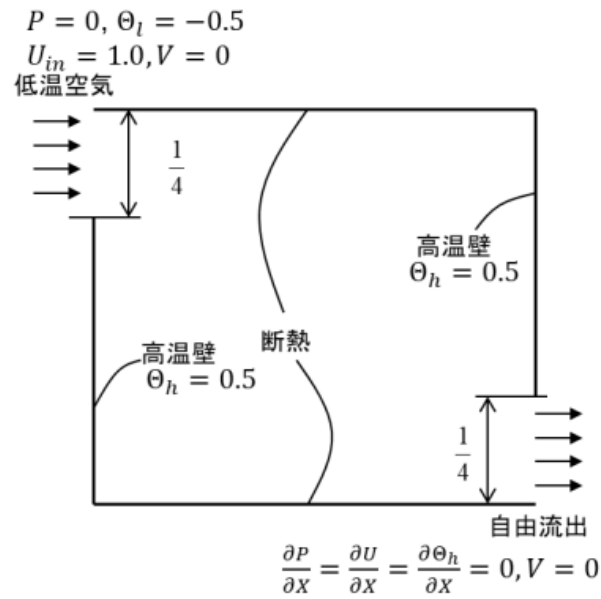

図 4: モデル
4. 図 4 のモデルに関して計算を行い、定常状態の温度分布と速度ベクトルの様子を示せ。